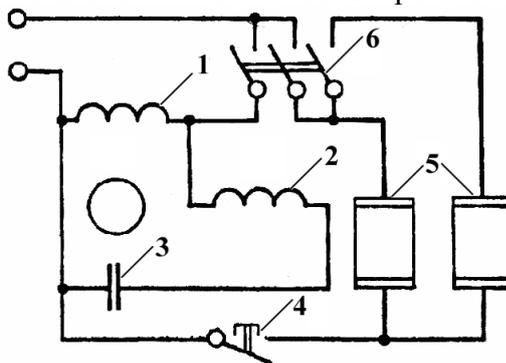

Рисунок 5.
**Задание 16.** Назовите элемент 1 на схеме электротепловентилятора (рис.5):
**Задание 17.** Назовите элемент 2 на схеме электротепловентилятора (рис.5):
**Задание 18.** Назовите элемент 3 на схеме электротепловентилятора (рис.5):
**Задание 19.** Назовите элемент 4 на схеме электротепловентилятора (рис.5):
**Задание 20.** Назовите элемент 5 на схеме электротепловентилятора (рис.5):
**Задание 21.** Назовите элемент 6 на схеме электротепловентилятора (рис.5):